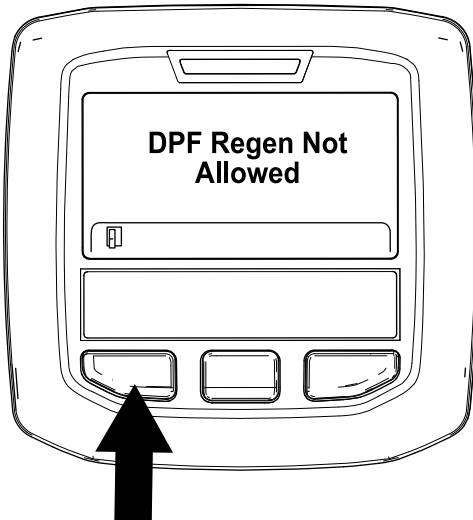

Figura 56
- Si el ordenador del motor no permite el proceso de regeneración, aparece el mensaje "DPF Regen Not Allowed" (Regeneración de DPF no permitida) en el InfoCenter (Figura 56). Pulse el botón de la izquierda para salir a la pantalla de inicio.